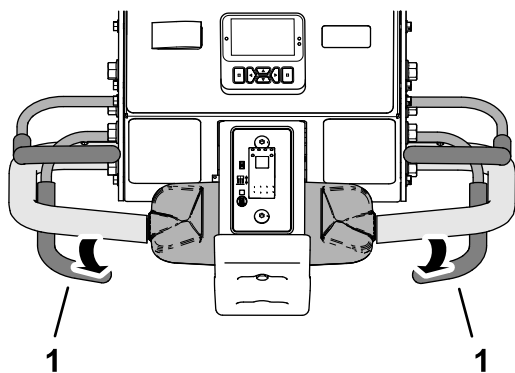

図 85
- 前タイヤが作業場所に入るタイミングで、エアレーションベイルから手を離す 図 85。